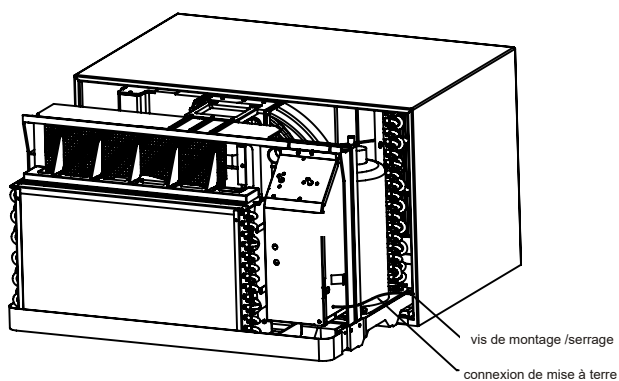

Fig 5
2. Enlevez le fil et la vis de mise à terre situé près du symbole de mise à terre sur le côté droit du panneau de contrôle du châssis. (fig 5). Attachez à l'aide d'une vis métallique #8x3/8", l'autre bout du fil de connection de mise à terre au trou situé sur la partie basse à droite du manchon. Le trou du manchon est indiqué par un symbole de mise à terre. Glissez la partie du châssis dans le manchon et attachez la connexion de la mise à terre au trou, situé du côté droit du panneau de contrôle indiqué par le symbole de mise à terre.